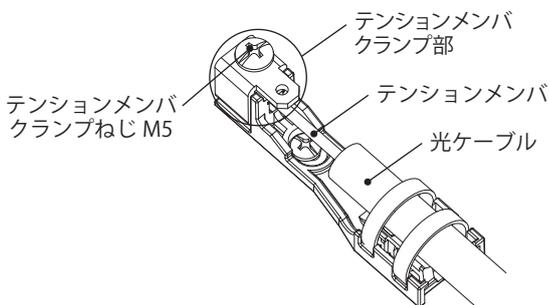

図5 光ケーブル固定
2. 光ケーブルのテンションメンバをテンションメンバクランプねじM5にて固定してください。(図5)